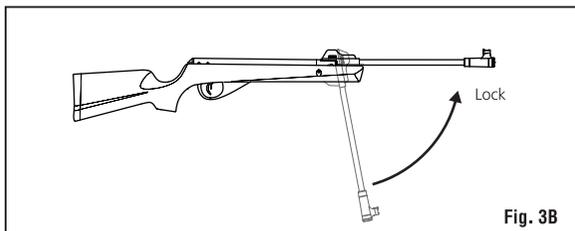

Fig. 3B
- Empurre o cano de volta à sua posição original e verifique se está travado. (Fig. 3B)
- Retorne o cano para posição normal e certifique-se de que está travado (Fig. 3B).